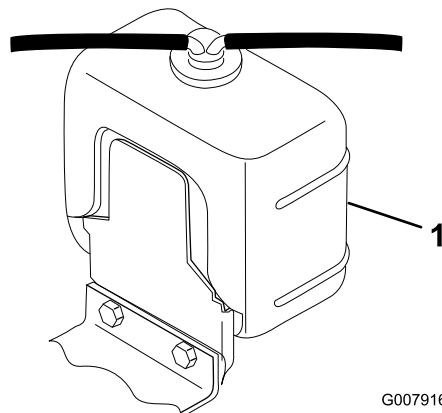

Рисунок 68
Осторожно снимите крышку радиатора и крышку расширительного бачка (Рисунок 68).
2. Проверьте уровень охлаждающей жидкости в радиаторе и расширительном бачке (Рисунок 68).